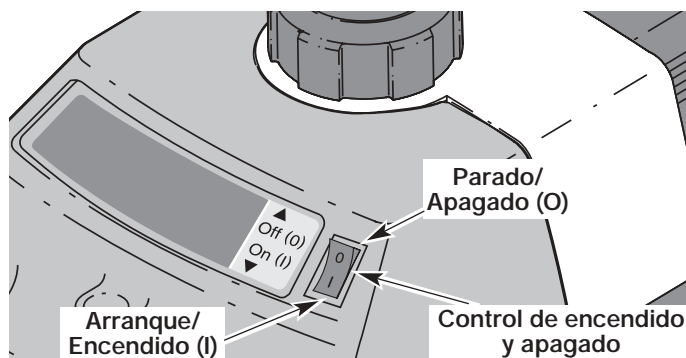
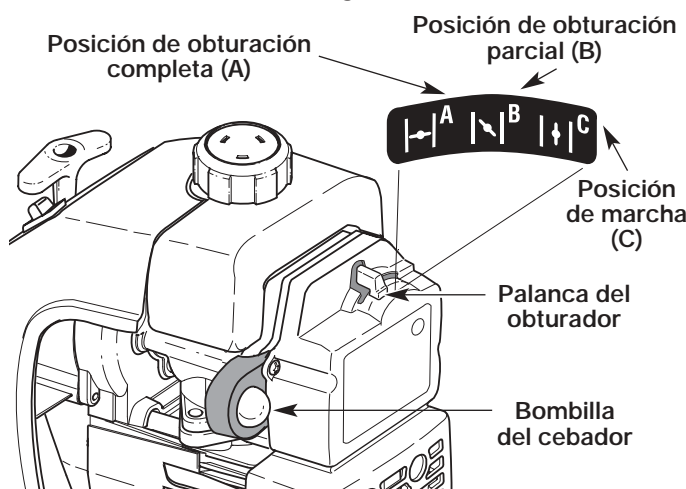

Fig. 6
Fig. 7
2. Coloque el control de encendido y apagado en posición de **ENCENDIDO (I)** (Fig. 6).
3. Oprima y suelte por completo la bombilla del cebador lentamente de 10 veces. El combustible debe estar visible en la bombilla (Fig. 7). Si el combustible no está visible, oprima tres (3) veces más o hasta que lo vea.
4. Coloque la palanca del obturador en posición de obturación **COMPLETA (A |—|)** (Fig. 7).
6. Coloque la palanca del obturador en posición de obturación **PARCIAL (B |↘|)** (Fig. 7).
**NOTA:** Si el motor se inunda al intentar arrancar la unidad, coloque la palanca del obturador en la posición de **MARCHA (C |↑↑|)** (Fig. 7). Oprima el control del regulador. Tire de la cuerda de arranque rápidamente. El motor debe arrancar luego de tres (3) a ocho (8) tirones.
9. Oprima el control del regulador para calentar el motor de 5 a 10 segundos. Coloque la palanca del obturador en posición de **MARCHA (C |↑↑|)** (Fig. 7).
**NOTA:** No es necesario usar el obturador cuando arranque un motor que ya está caliente. Coloque el control de encendido y apagado en posición de **ENCENDIDO (I)** (Fig. 6) y arranque en posición de obturación **PARCIAL (B |↘|)** (Fig. 7). Cuando arranque, ponga el obturador en la posición **MARCHA (RUN) (C |↑↑|)** (Fig. 7).
2. Coloque el control de encendido y apagado en posición de **APAGADO (O)** (Fig. 6).